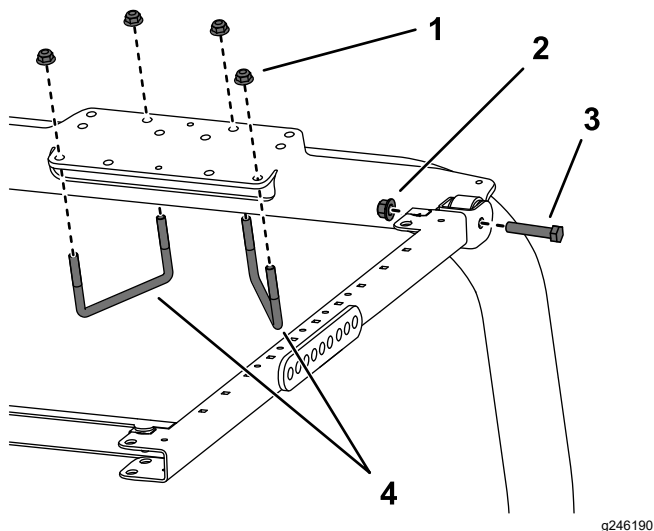

Bild 31
7. Befestigen Sie die Befestigungshalterung des Überrollschutzes an der Oberseite des Überrollbügels der Zugmaschine (Bild 31). Stellen Sie sicher, dass der Überrollbügel in der Befestigungshalterung des Überrollschutzes zentriert ist.
8. Befestigen Sie die Befestigungshalterung des Überrollschutzes mit zwei U-Bügeln ($4\frac{1}{2}$ " x $2\frac{3}{4}$ ") und vier Bundmutter in den in Bild 31 abgebildeten Befestigungslöchern an der Oberseite des Überrollbügels.